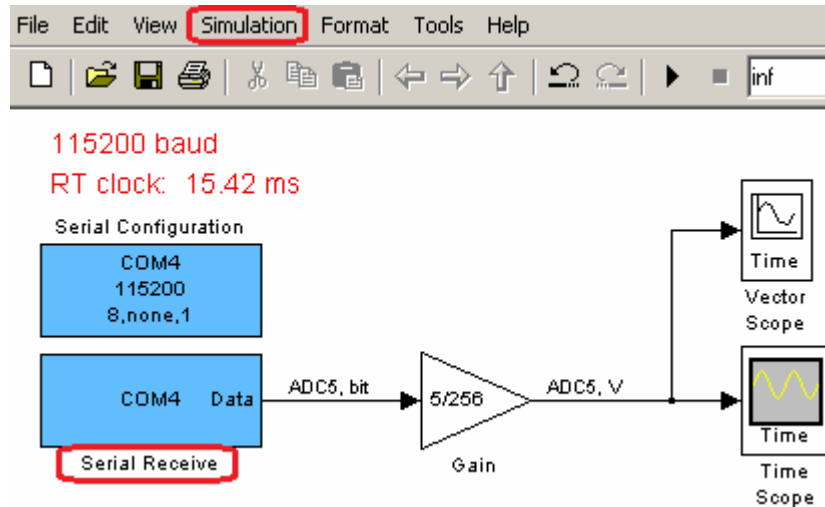

Рис. 36. Модель Simulink для приема и отображения данных из COM порта.
3. В модели Simulink (Рис. 36) в формате 0.01542 пропишите экспериментальное значение времени записи в массив, а именно, в строке “Block sample time” блока “Serial Receive” и в строке меню > simulation > Configuration Parameters > Fixed-step size (fundamental sample time).